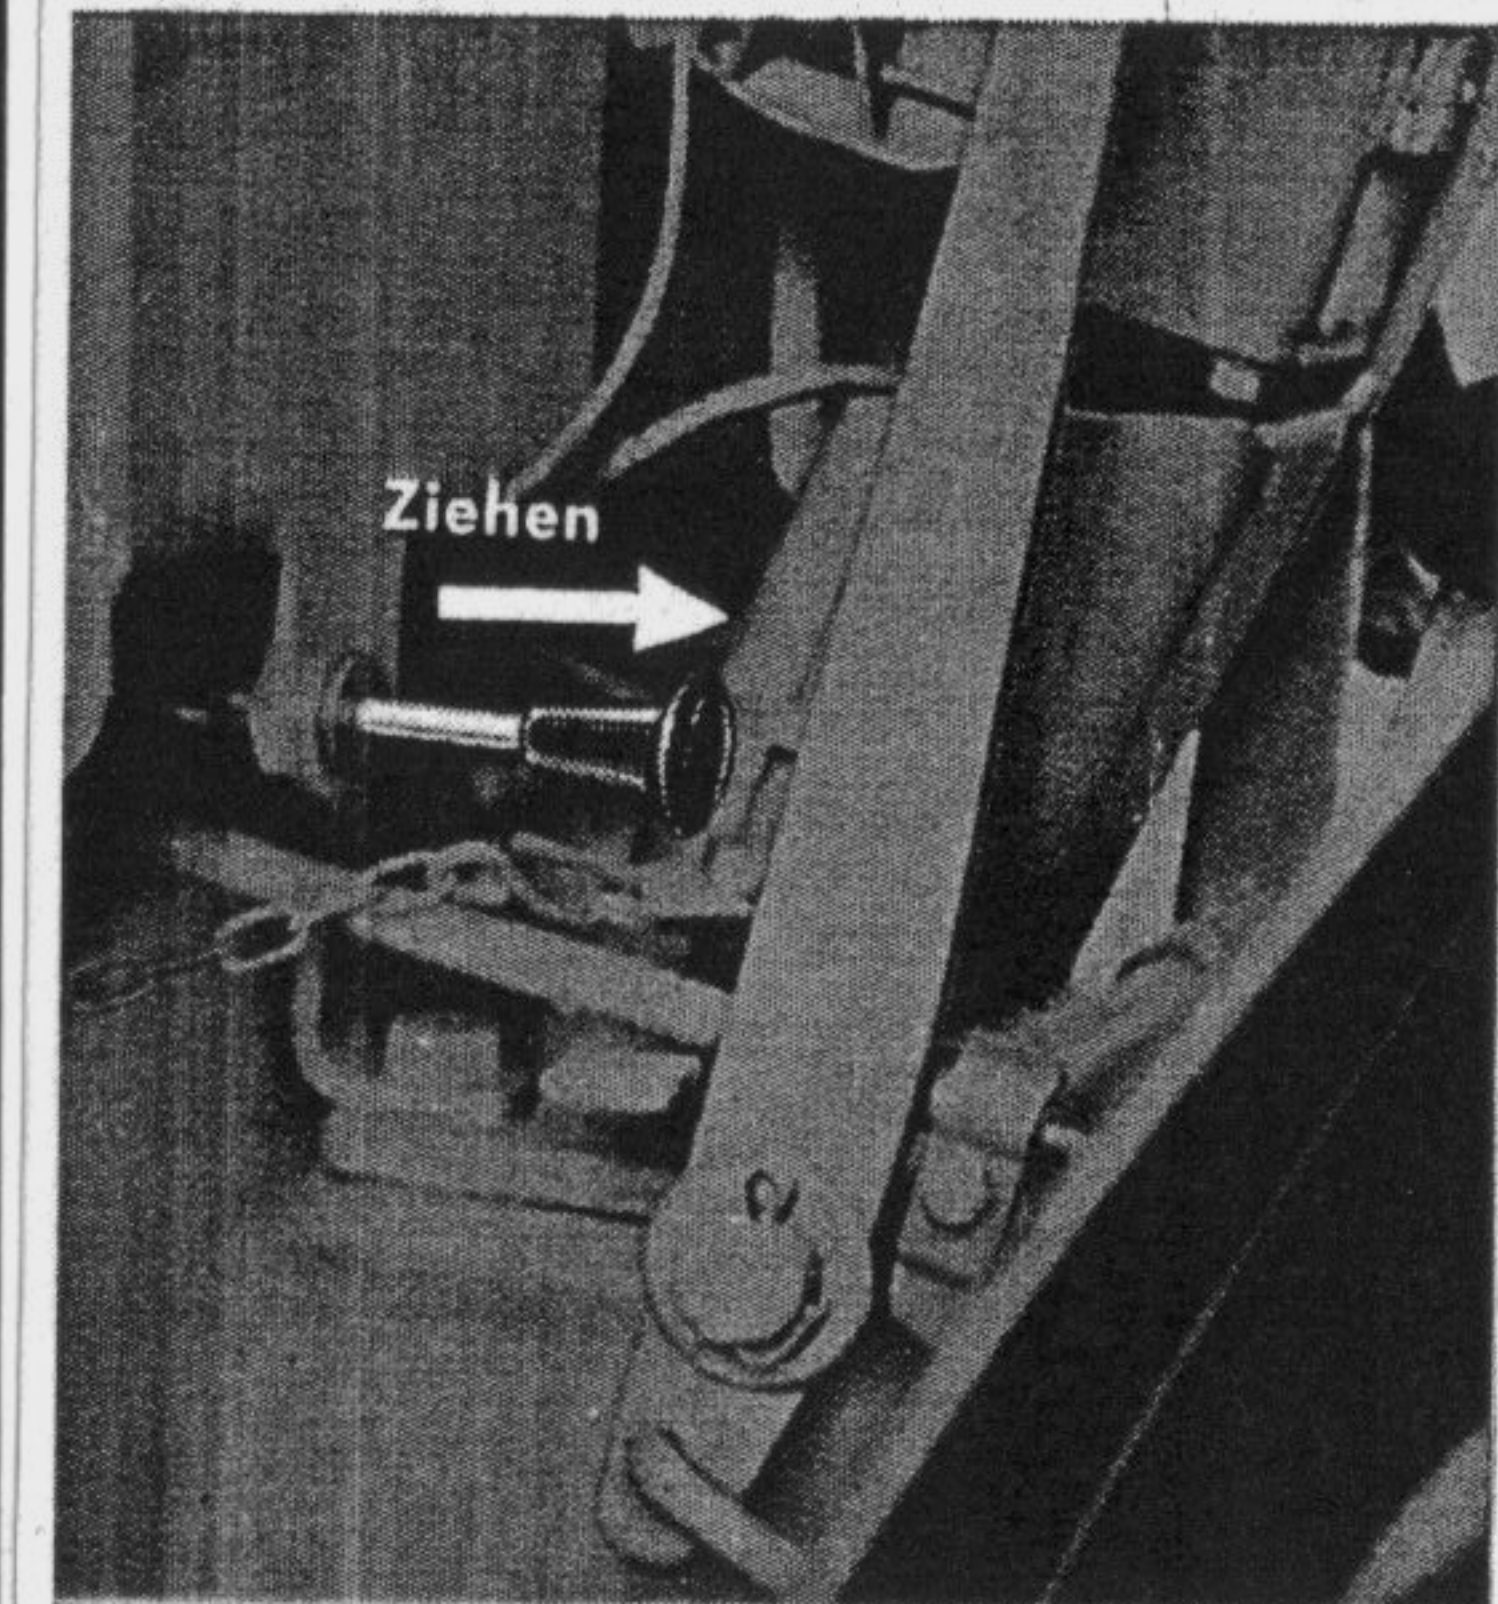

Fig. 9
- Tirer à fond la tirette du démarreur (voir fig. 9).